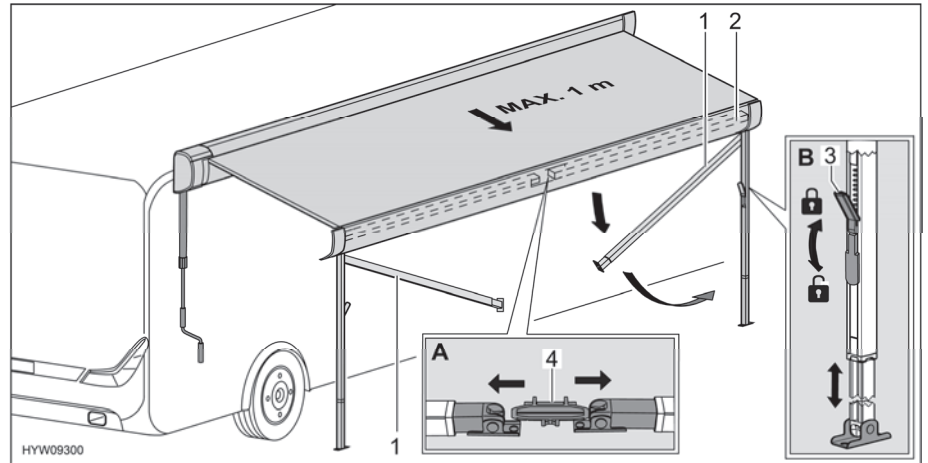

Fig. 21 Preparar los pies de apoyo
- Separar los pies de apoyo (Fig. 21,1) del soporte (Fig. 21,4) en el listón frontal (Fig. 21,2). Para ello, empujar los pies de apoyo ligeramente hacia fuera (Fig. 21,A).
- Soltar los bloqueos (Fig. 21,3) de los pies de apoyo. Para ello, plegar hacia abajo la palanca de bloqueo.
- Extraer la parte inferior de los pies de apoyo a la longitud deseada (Fig. 21,B).
- Cerrar los bloqueos (Fig. 21,3) de los pies de apoyo. Para ello, plegar hacia arriba la palanca de bloqueo.